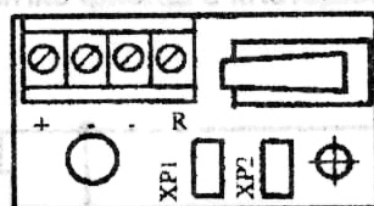

Рисунок 2
4.6 В зависимости от способа включения извещателя в шлейф, необходимо установить перемычку на один из соединителей XP1, XP2, расположенных на печатной плате (рисунок 2):